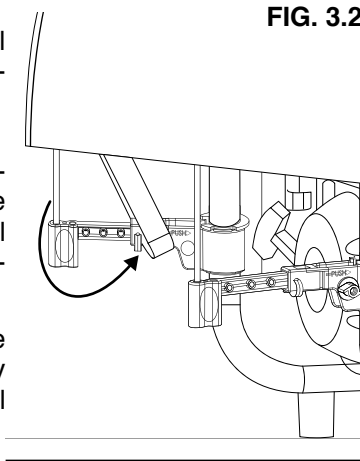

FIG. 3.2
- d. Deslice un elástico de esquina debajo de la varilla telescópica de la abrazadera y colóquelo entre la perilla y el pasador del anillo moldeado. (Fig. 3.2)